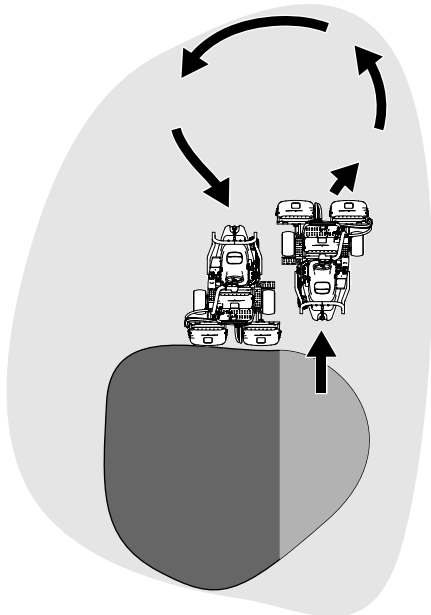

Figura 24
- Per ridurre i tempi operativi e facilitare l'allineamento per la passata successiva, sterzate momentaneamente la macchina nella direzione opposta, quindi sterzatele nella direzione della porzione non tagliata. Questo movimento delinea una curva a goccia (Figura 24) che allinea rapidamente la macchina per la passata successiva.